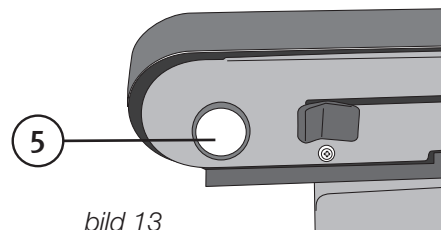

bild 13
3.6 Slipbandets spårning (bild 13)